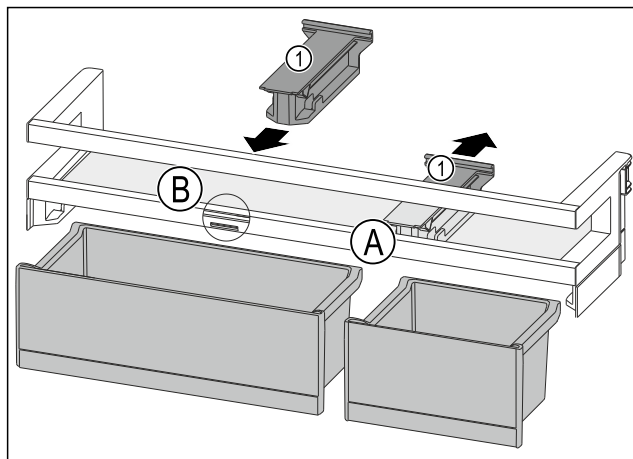

Fig. 127
- ▶ Pociągnąć element trzymający Fig. 127 (1) w pozycji Fig. 127 (A) do tyłu.
- ▶ Włożyć element trzymający Fig. 127 (1) w pozycji Fig. 127 (B).